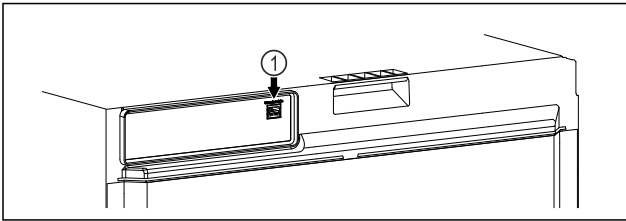

Fig. 91
- SmartModule Fig. 91 (1) is geplaatst.